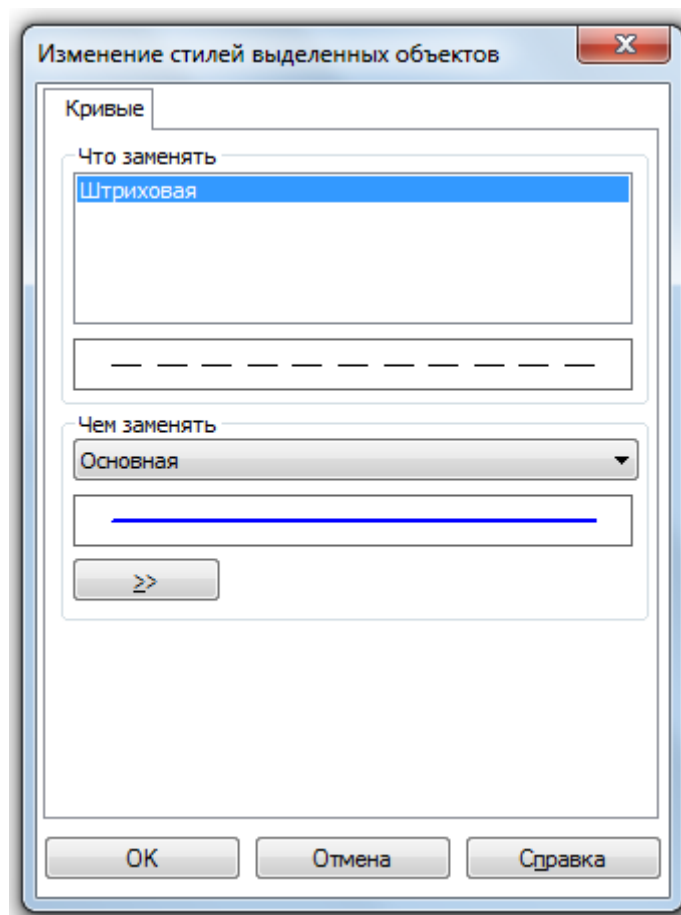

Рис. 14
- в раскрывшемся окне выберите стиль линии **Основная – ОК** (рис. 14);